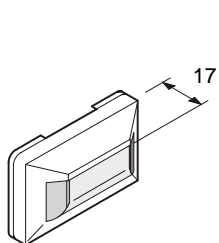

Fig. 1
- DJ1191 (Fig. 1) for mounting on door frames.
- DJ1191 (Fig. 1) für Zargenmontage
- DJ1191 (Fig. 1) pour montage dans des châssis de portes